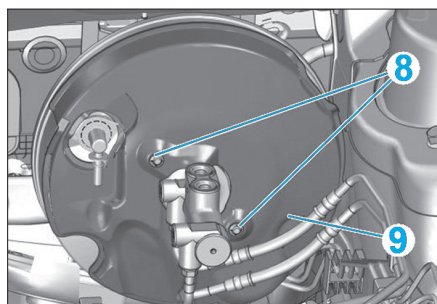

Fig. 34
- les clips (8) (Fig.34),
- Le cache (9).